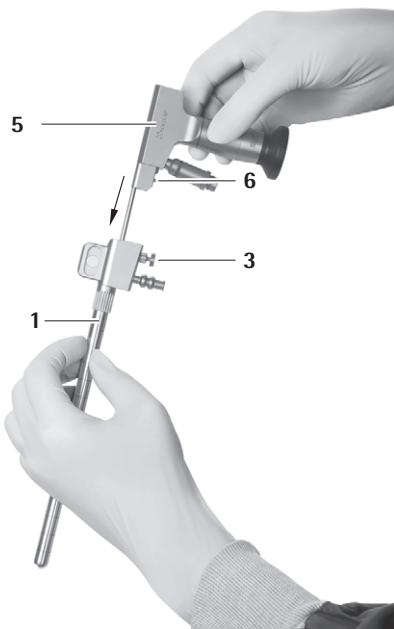
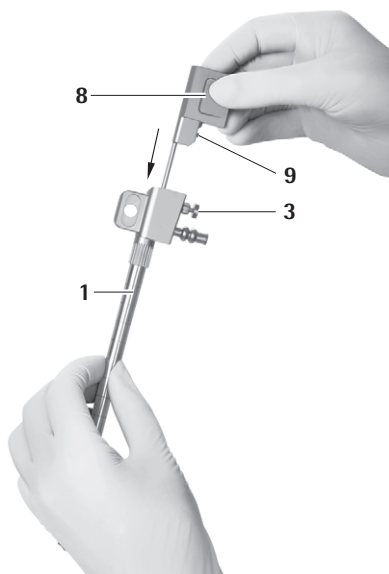

Fig. 14
Fig. 15
- ▶ Asigurați-vă că șurubul de blocare 6 al endoscopului 5 sau șurubul de blocare 9 al obturatorului pentru canalul optic 8 este pe aceeași parte cu butonul de deblocare 3 al trocarului MINOP InVent 1, vezi Fig. 14 și vezi Fig. 15.